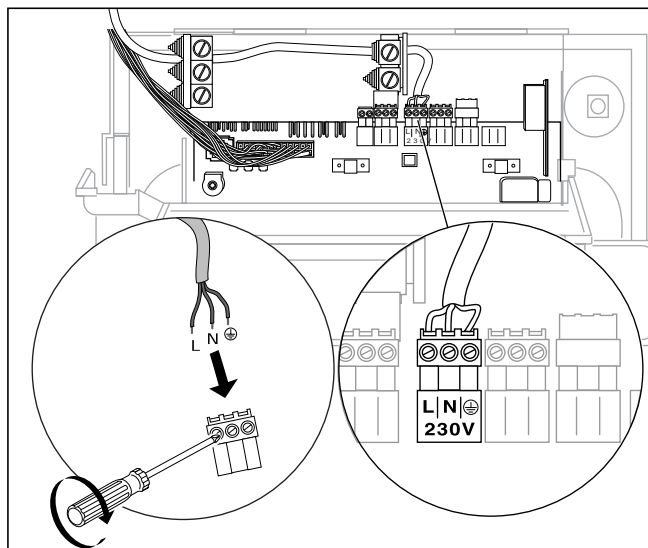

Рис. 4.4 Подключение сетевой подводящей линии
Сетевая подводящая линия и остальные соединительные кабели (напр., отопительного насоса ит. д.) могут быть присоединены к предусмотренным для этого штекерам системы Pro E (смотри рис. 4.4 и 4.5).
- Крепко подсоедините сетевую подводящую линию к штекеру Pro E (смотри рис. 4.4 и 4.5).